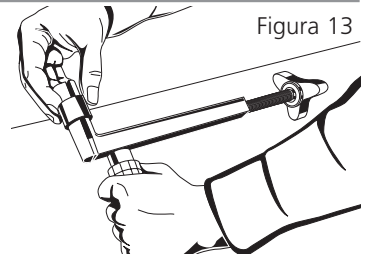

Figura 13
- 1) Introducir el adaptador de elastómero en las extremidades de la abrazadera ensanchadora hasta el fondo (FIGURA 13).